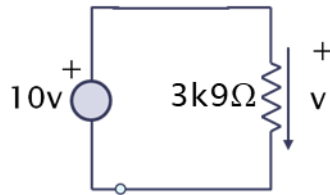

Figura 5 – Esquema eléctrico
A) Dibuja sobre el esquema eléctrico de la figura 5 cómo ubicarías el **multímetro** para medir la **corriente** por el circuito
B) Realiza el montaje de la figura 5 y **mide la corriente** que circula por la misma.